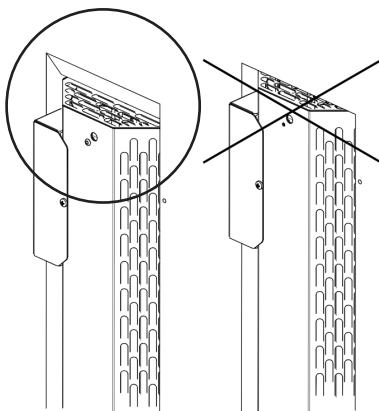
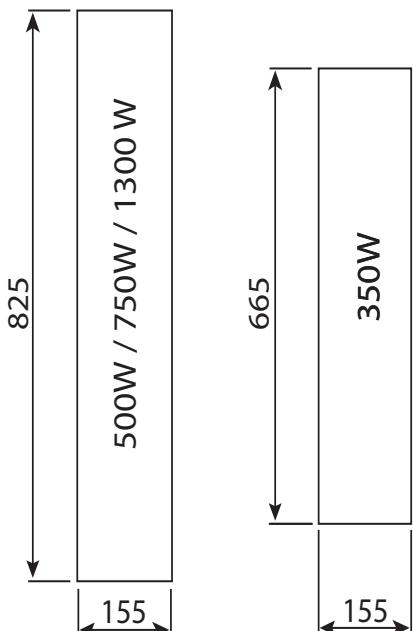

Bild 1: Ventilationsöppningarna ska lämnasöppnade.
Bild 4: Monteringsutskärning för infrarödvärmeare
- Ventilationsöppningarna uppe och nere får INTE täckas över (se kapitel **Bild 1**)
Beakta **Bild 1** och **Bild 4**.